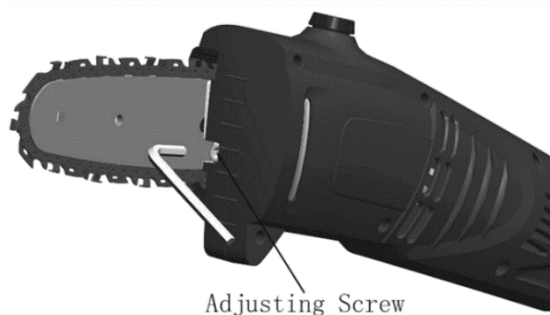

Figure 5
2. Tournez la vis de réglage à l'avant de la tête d'alimentation dans le sens des aiguilles d'une montre jusqu'à ce que le mou soit hors de la chaîne. (voir la figure 5)